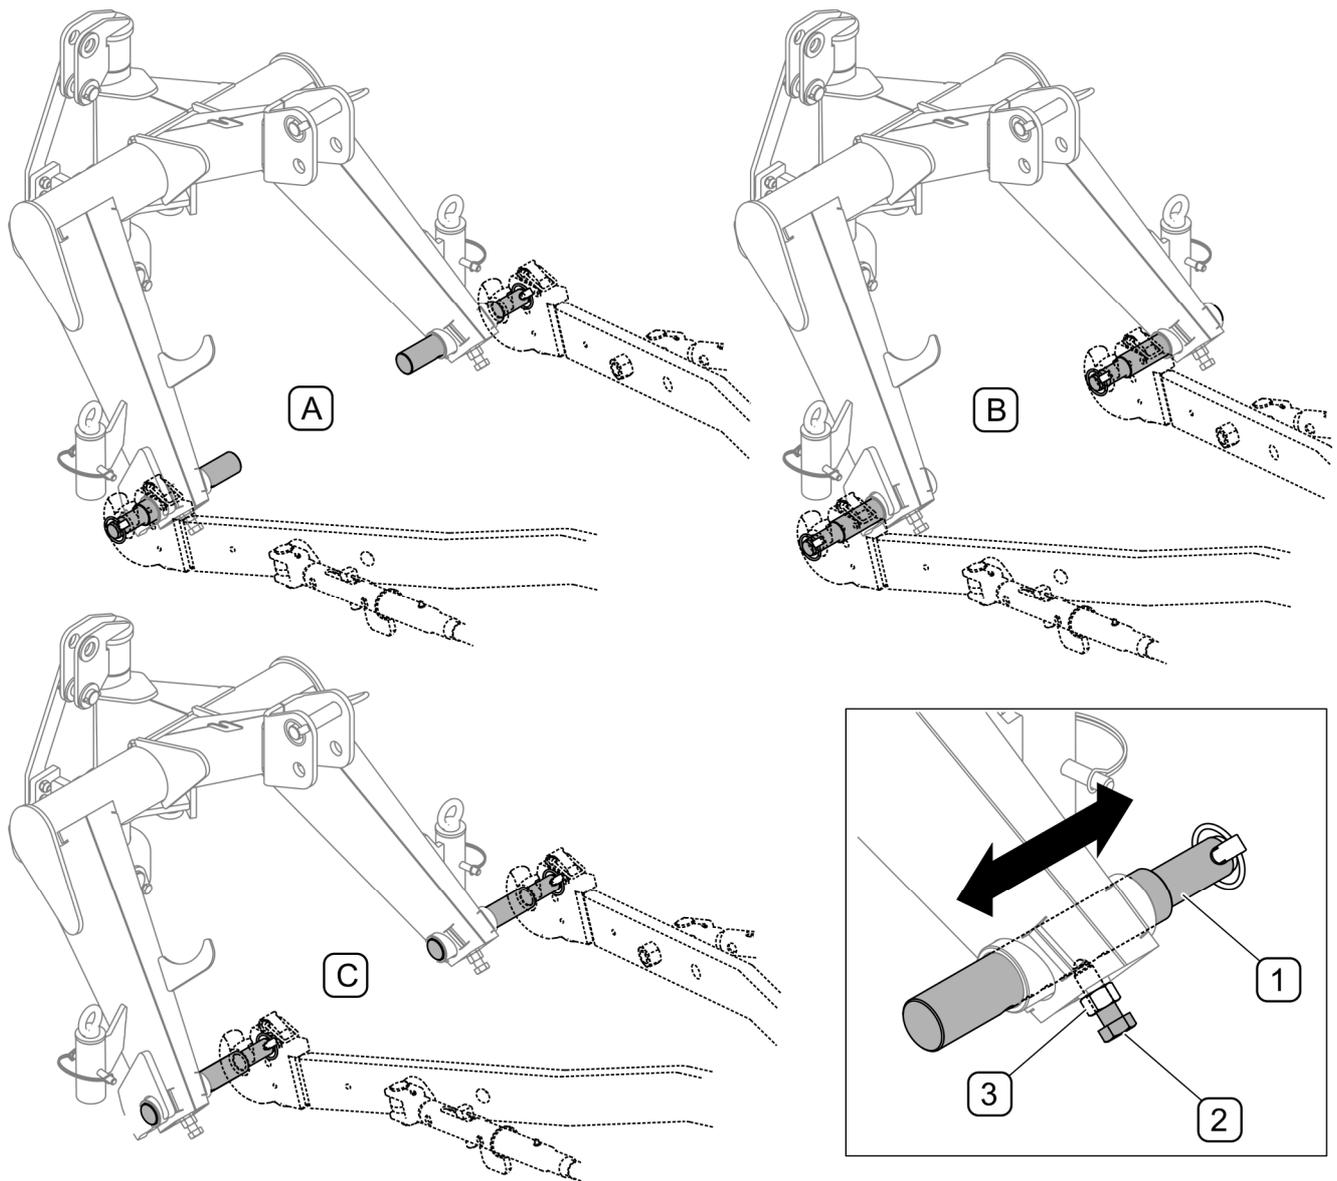

FIGURE 4.2 Réglage des broches inférieures du système de suspension de la faucheuse
Les axes inférieurs (1) du système de suspension de la faucheuse permettent le réglage de l'espacement (FIGURE 4.2). Pour modifier l'espacement des broches du système de suspension :
- desserrer le contre-écrou (1),
- dévisser la vis de retenue (2),
- (1) vers la droite ou vers la gauche pour atteindre l'espacement souhaité.
- les goupilles peuvent également être tournés à l'intérieur ou à l'extérieur du cadre (A), (B), (C) en modifiant le déport latéral de la faucheuse par rapport au tracteur
- bloquer la position de la broche avec la vis de retenue (2) et le contre-écrou (3).